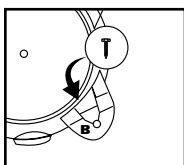

FIGURA 11
10. Asegure la base de la ruedita al tanque con el tornillo suministrado. **FIGURA 11.**